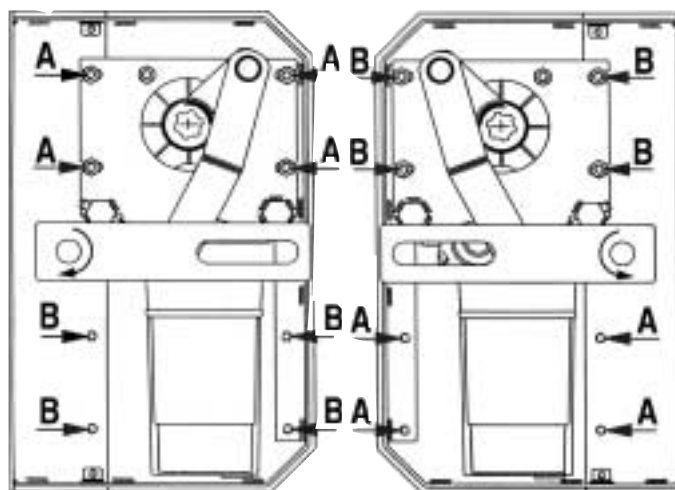

Fig. 15
- Après avoir ôté le couvercle du caisson et débranché le câble d'alimentation du moteur, extraire à la main le levier courbe de déplacement, de façon à pouvoir ouvrir le vantail (Fig. 15-A/B).